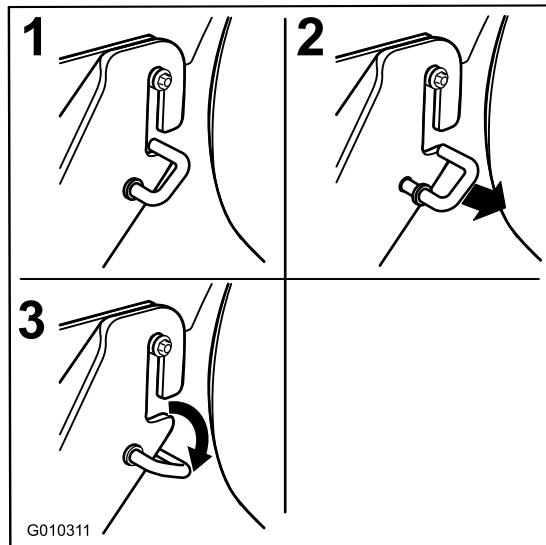

Bild 67
1. Bewegen Sie an beiden Seiten des Mähwerks die gefederten J-Haken aus dem Schlitz in den hinteren Hängeprofilhalterungen (Bild 67).